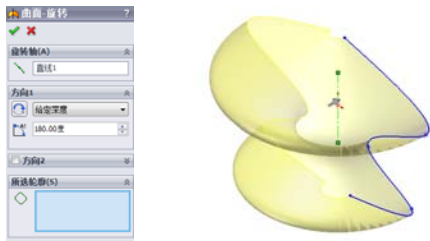

图 6-15 [曲面—旋转] 属性管理器
3. 出现[曲面—旋转]属性管理器, 同时在右面的图形区域中显示生成的旋转曲面, 如图 6-15 所示。